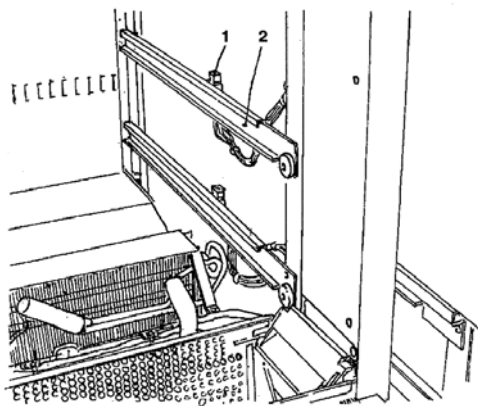

Рис. 22
- Переместите направляющие (см. рис. 22), расположенные на боковых опорах, за исключением первых в нижней части, которые должны оставаться в прежнем положении.